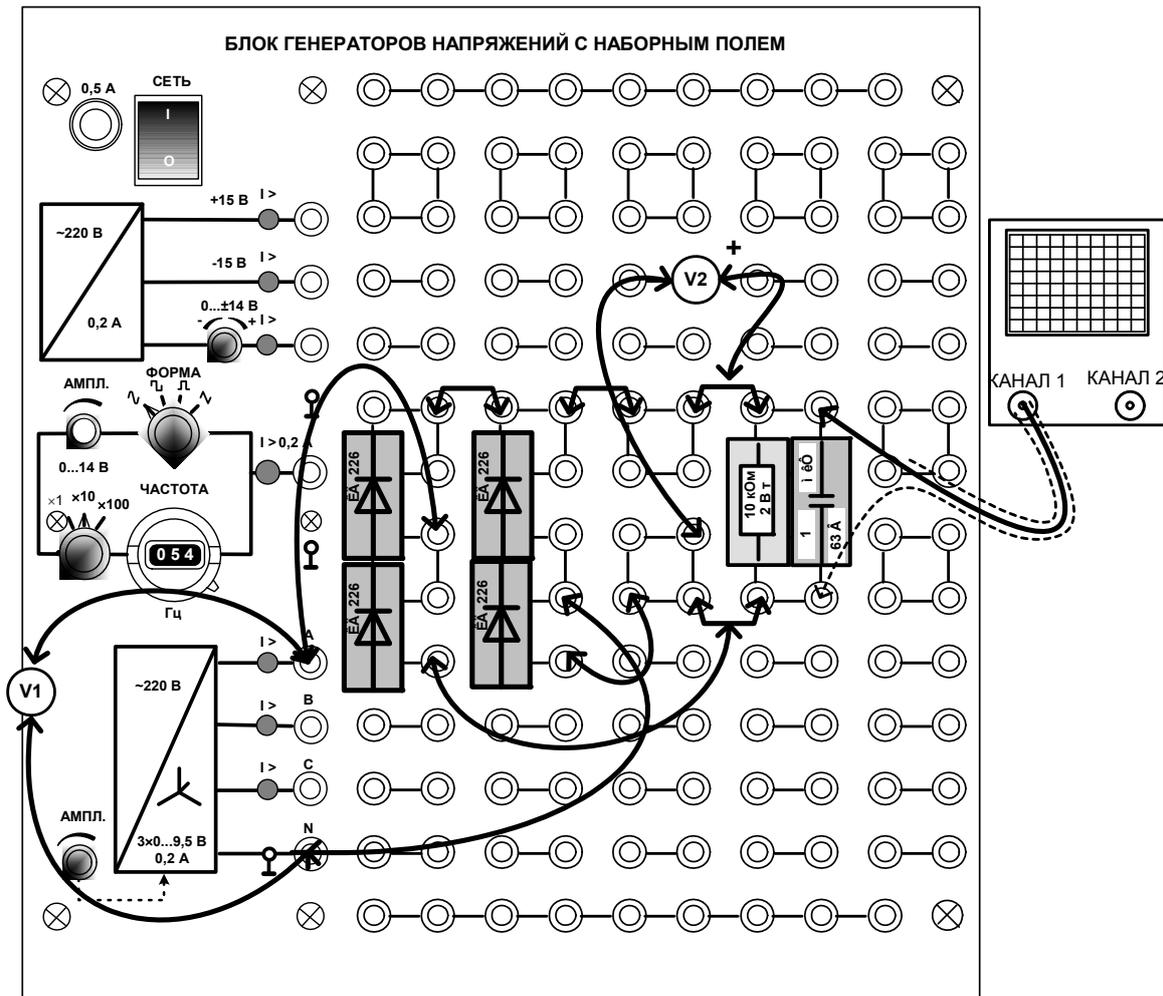

Рис. 2.10. Монтажная схема для исследования однофазного двухполупериодного выпрямителя
1. Соберите цепь двухполупериодного мостового выпрямителя (рис. 2.10), повторите все измерения и вычисления. Результаты сведите в табл. 2.2.